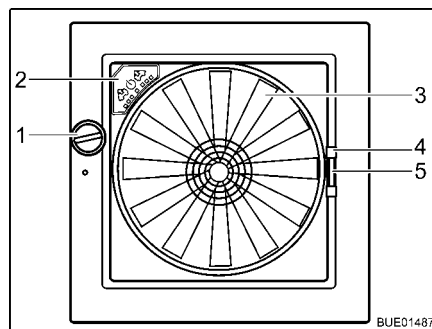

Bild 111 Dachhaube Omni-Vent
- Öffnen:** ■ Drehknopf (Bild 111,1) drehen, bis der gewünschte Öffnungswinkel erreicht ist.
- Schließen:** ■ Drehknopf (Bild 111,1) drehen, bis Dachhaube vollständig geschlossen ist.
- Schließen:** ■ Insektenschutz am Griff (Bild 111,4) zur gegenüberliegenden Rahmen-seite ziehen.
- Griff (Bild 111,5) der Verdunklung zusammendrücken.
- Ventilator** Wenn die Dachhaube geöffnet ist, kann der Innenraum mit dem 6-stufigen Ventilator (Bild 111,3) belüftet und entlüftet werden. Der Ventilator wird am Bedienfeld (Bild 111,2) bedient.